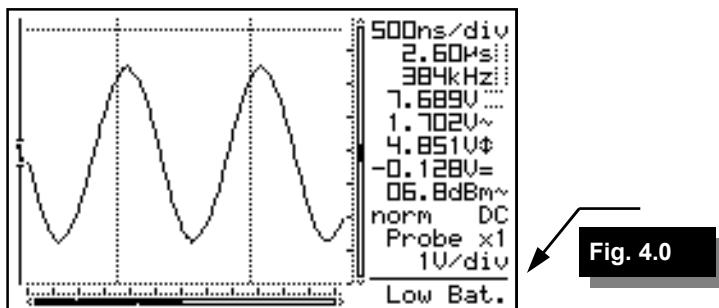

Fig. 4.0
- insulated measurement probe x1/x10 (Fig. 4.0)
| <ul style="list-style-type: none"><li>universele voedingsadapter (Fig. 1.0)</li><li>USB kabel (Fig. 3.0)</li><li>geïsoleerde meetprobe x1/x10 (Fig. 4.0)</li></ul>  | <ul style="list-style-type: none"><li>adaptateur secteur universel (Fig. 1.0)</li><li>câble USB (Fig. 3.0)</li><li>sonde de mesure isolée x1/x10 (Fig. 4.0)</li></ul>   | <ul style="list-style-type: none"><li>adaptador de red universal (Abb. 1.0)</li><li>USB-Kabel (Abb. 3.0)</li><li>Isolierter Tastkopf x1/x10 (Abb. 4.0)</li></ul>   |
The message “*Low bat.*” will flash in the bottom right corner of your display when the batteries need charging. Insufficient battery voltage may entail erroneous measuring results (see fig.4.0).
Als de batterijen opladen moeten worden, zal onderaan rechts in het scherm de tekst “**Low Bat**” knipperen. Een te lage batterijspanning kan oorzaak zijn van foutieve meetresultaten. (**Zie fig. 4.0**)
- ☞ Lorsque les batteries doivent être rechargées, le texte “**Low Bat**” en bas à droite de l'écran clignote. Une tension trop basse des batteries peut entraîner des résultats de mesure erronés. (**voir fig. 4.0**)
- ☞ Wenn die Batterien geladen werden müssen, wird unten rechts im Bildschirm der Text “**Low Bat**” blinke. Eine schwache Batteriespannung kann die Ursache falscher Messresultate sein. (**siehe Abb. 4.0**)